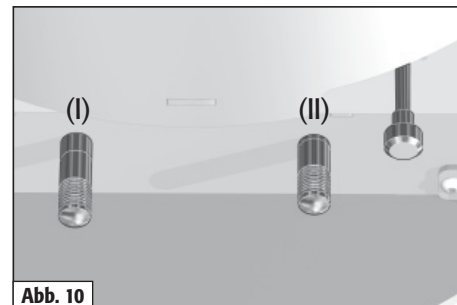

Abb. 10
Primärluft einstellen.	Primärluftschieber (I) zwischen Markierung. 1 u. 2. (s. Abb.10)
Sekundärluft einstellen.	Sekundärluftschieber (II) auf Markierung 1. (s. Abb.10)